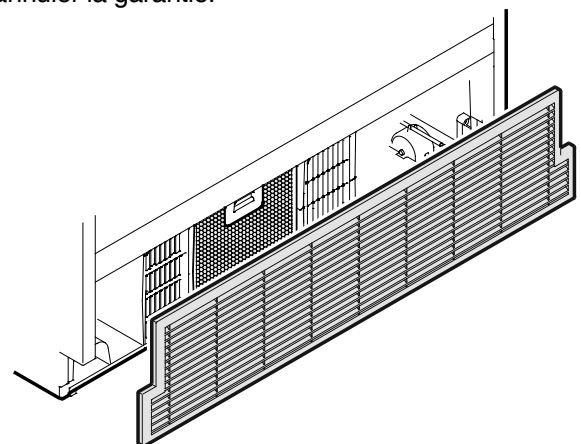

Figure 21
3. Monter la grille de ventilation comme à la Figure 21.